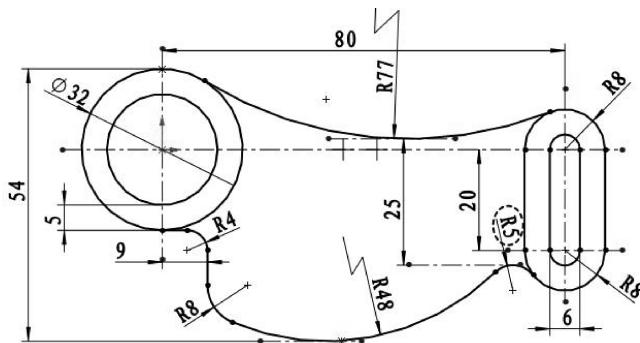

图 2-123 修剪圆
- 修剪 $\varnothing 10$  圆，并重新尺寸约束修剪后的圆弧，如图 2-123 所示。